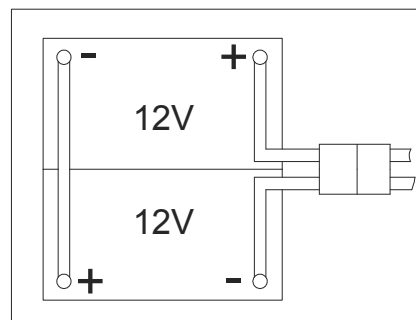

Рисунок 3
Машине необходимы две 12 В батареи, подключенные в соответствии с диаграммой (Рисунок. 3).
11. Откройте крышку бака утилизации (1) и убедитесь, что бак утилизации (25) пустой; в противном случае слейте его при помощи сливного шланга (22).
12. Закройте крышку бака утилизации (1).
13. Аккуратно переверните бак утилизации (25).
15. Направьте и установите кабель батарей, как показано на (Рисунок 3), затем аккуратно зафиксируйте гайку на каждом терминале батарей.
16. На каждый терминал поместите защитный колпачок, затем подсоедините соединитель батарей (38).
17. Аккуратно опустите бак утилизации (25).